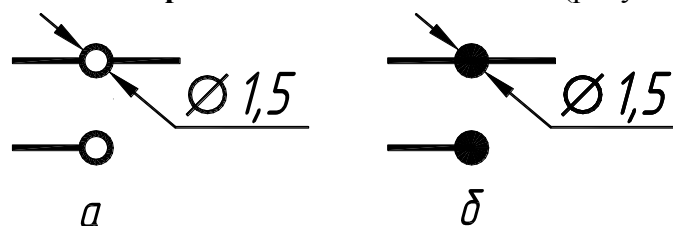

Рисунок 3
3.3 Вычертить: а – контакты разборного соединения электрического, б – контакты неразборного соединения электрического металлического (рисунок 3а,б).
ПРис Кольцо: Внутренний диаметр кольца: **1** Внешний диаметр кольца **1.5** Центр кольца: **25, 250** (Рисунок 3а).
Увеличить изображение рисунка: **ПСтанд Зумирование Рамкой: заклЮчить в рамку рисунок кольца**. **ПМ Рисование Кольцо**: Внутренний диаметр кольца: **0** Внешний диаметр кольца **1.5** Центр кольца: **35, 250** (Рисунок 3б).
8. Перечислите графические примитивы, используемые при построении УГО контактов разборного соединения электрического (рисунок 3а) ?
9. Перечислите графические примитивы, используемые при построении УГО контактов неразборного соединения электрического металлического (рисунок 3б) ?